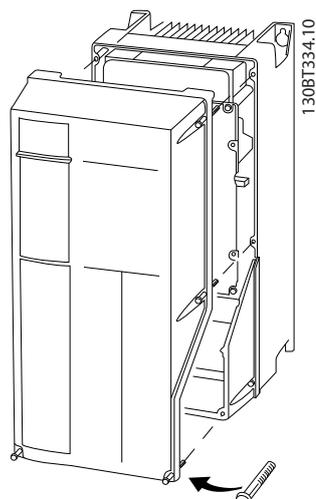

図 2.9 A4、A5、B1、B2、C1 および C2 エンクロージャーのコントロール配線アクセス
- あるいは、ネジを緩めてフロントカバーを取り外します。図 2.9 を参照